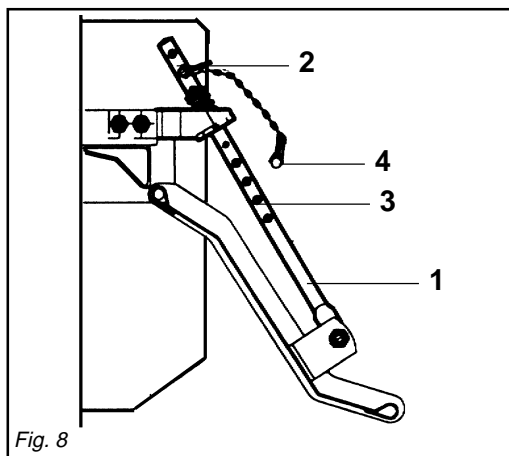

Fig. 8
- 6 - Il martinetto a molla (1 Fig. 8) oltre a sostenere la lamiera livellatrice ed ammortizzarla nel trasporto su strada, serve a evitare il ribaltamento della zappatrice durante il parcheggio.
- 6 - *Besides supporting the levelling plate and acting as a shock absorber for it during road transport, the spring ram (1 Fig. 8) prevents the steerage hoe*
- 6 - Die Federwinde (1 Abb. 8) trägt nicht nur das Planierschild und dient beim Straßentransport zur Dämpfung von Stößen, son-
- 6 - *Le vérin à ressort (1 Fig. 8) sert de soutien à la tôle de nivellement et de suspension pendant le transport sur route, pour éviter le basculement du cultivateur lors du stationnement. L'effet de la tôle de nivellement sur le terrain peut être augmenté ou diminué*
- 6 - El gato de resorte (1 Fig. 8), además de sostener la chapa de nivelación y protegerla durante el transporte en carretera, sirve para evitar el vuelco
A seconda della posizione, determinata dalla copiglia (2 Fig. 8) sui vari fori posti nel tubo del martinetto (3 Fig. 8) si riesce ad aumentare o diminuire l'effetto della lamiera livellante sul terreno.
Durante il lavoro e nel trasporto su strada la copiglia (4 Fig. 8) va tolta dal tubo del martinetto e lasciata libera.
from overturning when parking. The effect of the levelling plate on the soil can be increased or decreased depending on the position, established by the split pin (2 Fig. 8) in the various holes in the ram tube (3 Fig. 8).
During work and road transport, the split pin (4 Fig. 8) must be removed from the ram tube and left free.
dem sie soll auch verhindern, daß die Hackfräse während des Parkens umkippt. Je nach der Position, die durch den Splint (2 Abb. 8) in den verschiedenen Löchern des Windenrohres (3 Abb. 8) festgelegt wird, kann die Wirkung des Planierschildes auf den Boden erhöht oder verringert werden.
Während der Arbeit und beim Straßen-transport ist der Splint (4 Abb. 8) vom Rohr des Hydrozylinders abzunehmen und frei zu lassen.
en changeant la position de la goupille (2 Fig. 8) dans les différents trous du tube du vérin (3 Fig. 8).
Pendant le travail et dans le transport sur route la goupille (4 Fig. 8) doit être enlevée du tube du vérin et laissée libre.
de la binadora durante el estacionamiento. De acuerdo a la posición, determinada por el pasador (2 Fig. 8) en los diversos orificios del tubo del gato (3 Fig. 8) se logra aumentar o disminuir el efecto de la chapa de nivelación sobre el terreno.
Durante el trabajo y en el transporte en carretera el pasador (4 Fig. 8) debe ser quitado del tubo del cilindro y dejado libre.